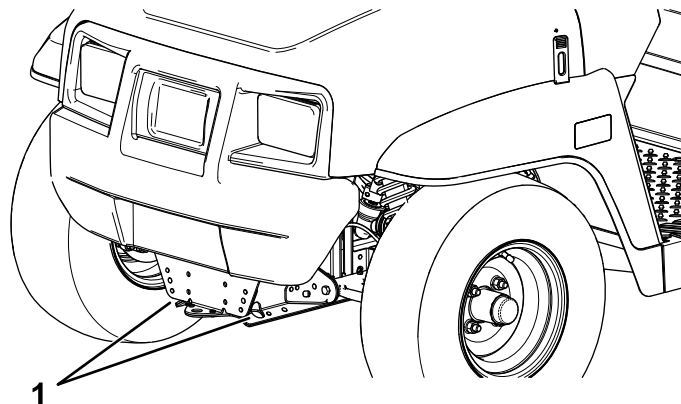
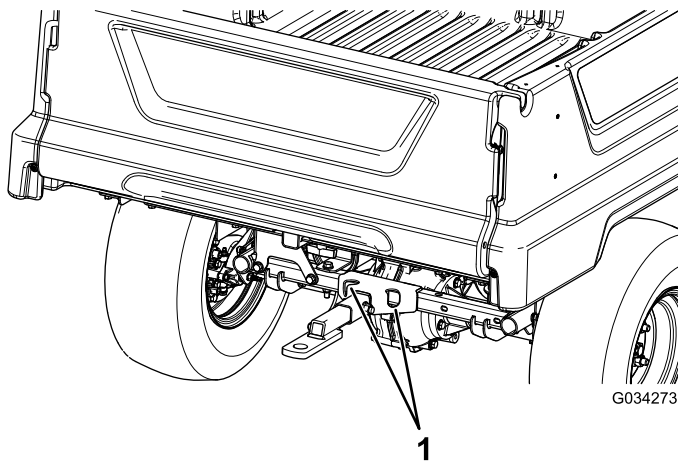

图 19
图 20
请参阅图 19 和图 20 查看机器栓系点的位置。
2. 将拖绳系在机器机架前面的牵引杆上 图 20。